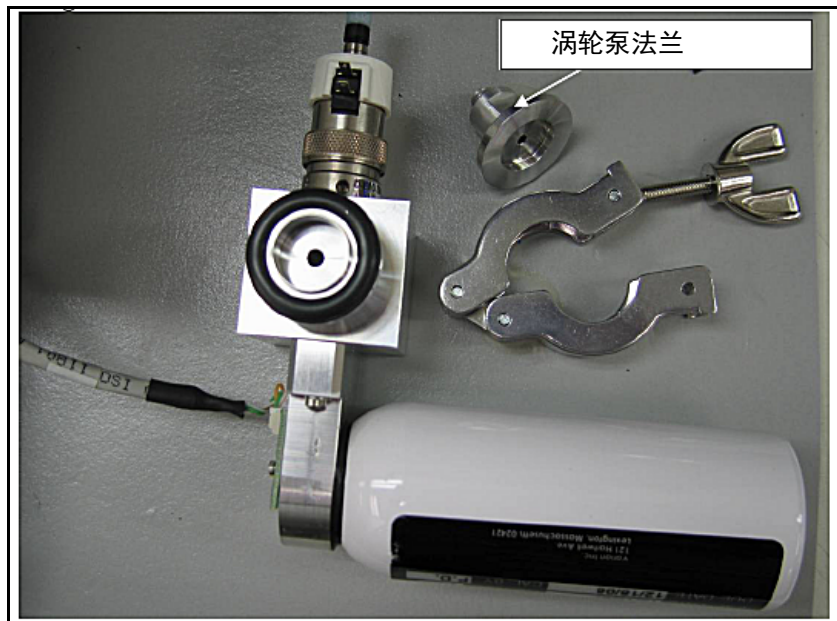

图 B-16 涡轮泵的法兰
5. 从校准泄漏总成拆下夹具并取出涡轮泵法兰（图 B-16）。